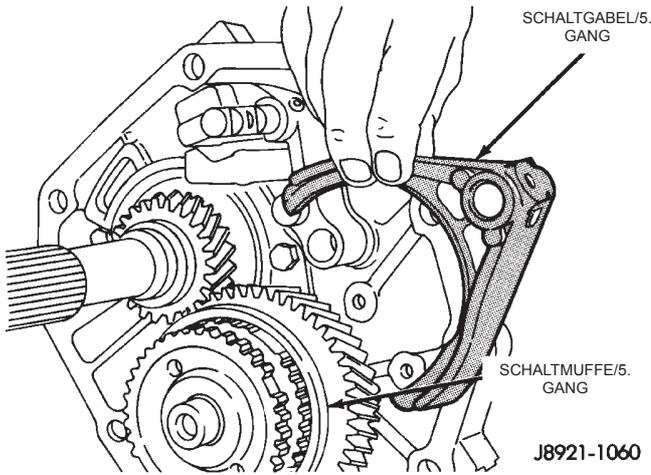

Abb. 102 Schaltgabel/5. Gang einbauen
(36) Die Schaltstange für den Rückwärtsgang soweit wie möglich nach vorne schieben und die Schaltgabel für den fünften Gang an der Schaltmuffe befestigen (Abb. 102).